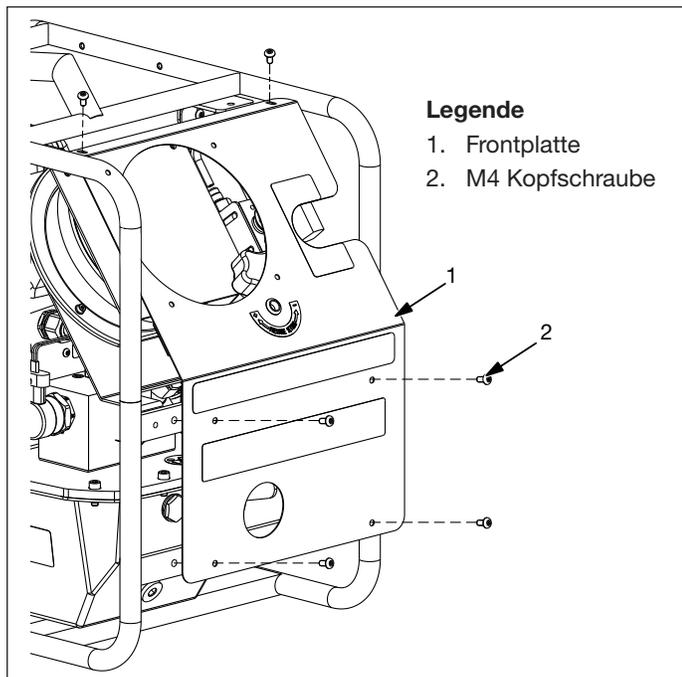

Abbildung 9, Frontseitige Zugangsabdeckung
4. Entfernen Sie die sechs M4 Kopfschrauben, mit denen die Frontplatte am Schutzrahmen befestigt ist. Entfernen Sie die Frontplatte, um den Zugang zu ermöglichen. Siehe Abbildung 9.